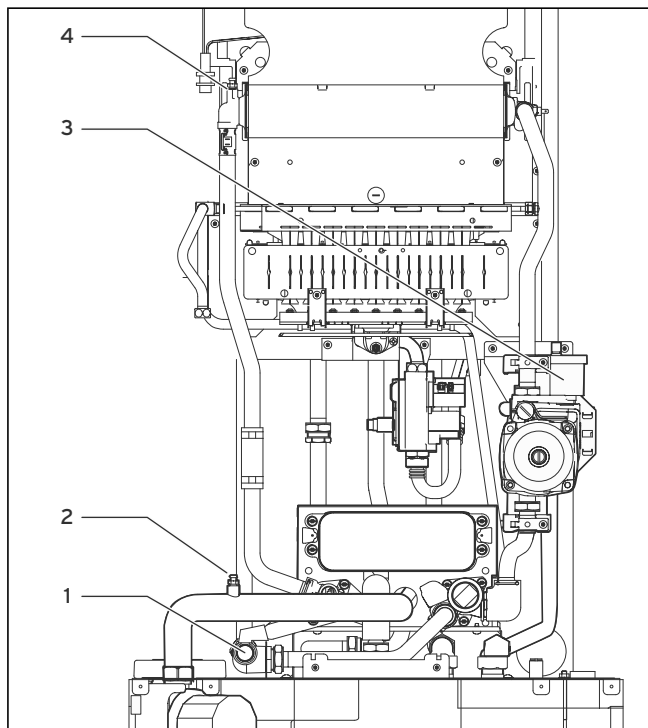

Рис. 6.1 Устройство заполнения и опорожнения котла
- Выпустите воздух из аппарата со стороны горячей воды посредством воздуховыпускных ниппелей (2, см. рис. 6.1) на трубе между насосом и вторичным теплообменником, см. рис. 6.1.